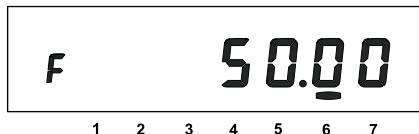

Рисунок 5.20
5.2.6.6. Окно «Частота сети» (рисунок 5.20)